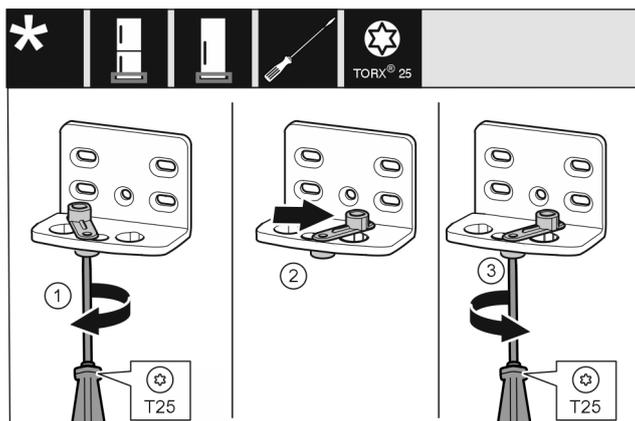

Fig. 17
- ▶ Visser sans serrer la vis Fig. 17 (1) avec un tournevis.
- ▶ Soulever l'aide à la fermeture de la porte Fig. 17 (2) et la tourner à 90° vers la droite dans l'alésage.
- ▶ Serrer la vis Fig. 17 (3) avec un tournevis.